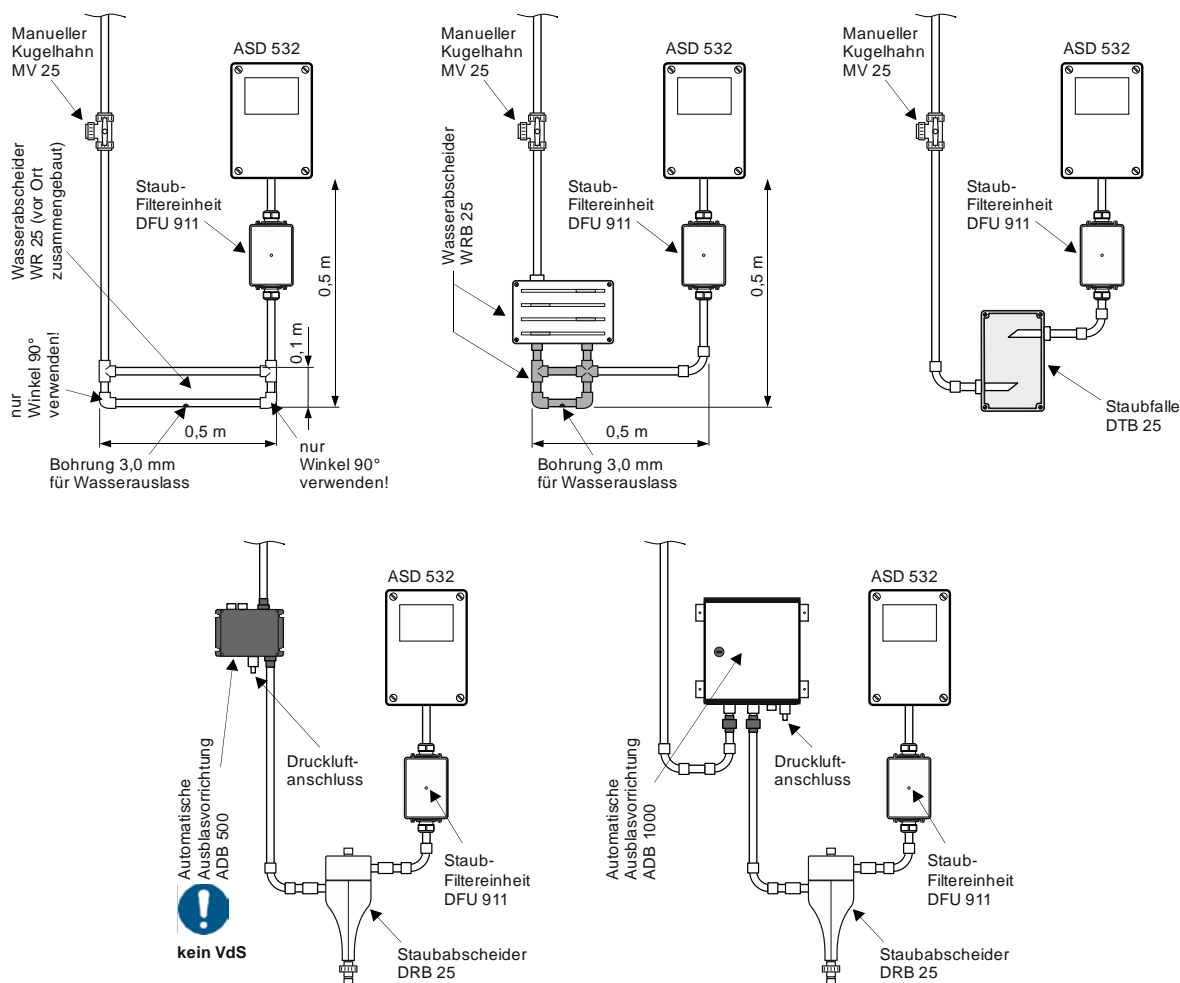

Abb. 30 Montage von Zubehörteilen
- Die Montagelagen von Wasserabscheider, Staubfalle und Staubabscheider sind wie in **Abb. 30** dargestellt einzuhalten.